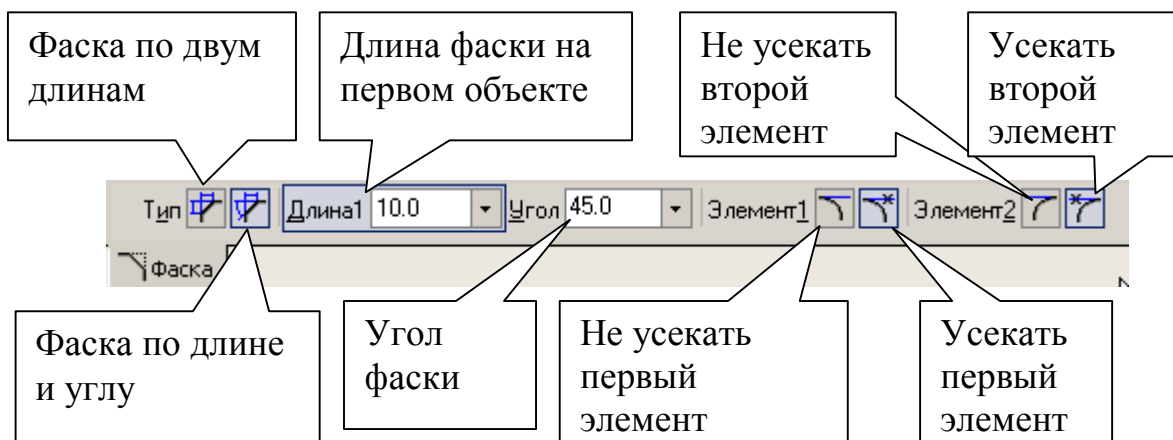

Рис. 66
- Для выполнения фасок с катетом 6 мм и углом наклона  $45^\circ$  активизируйте на панели **Геометрия** команду **Фаска** . Строка параметров для этой команды показана на рис. 66. Должна быть активна кнопка **Фаска по длине и углу**.